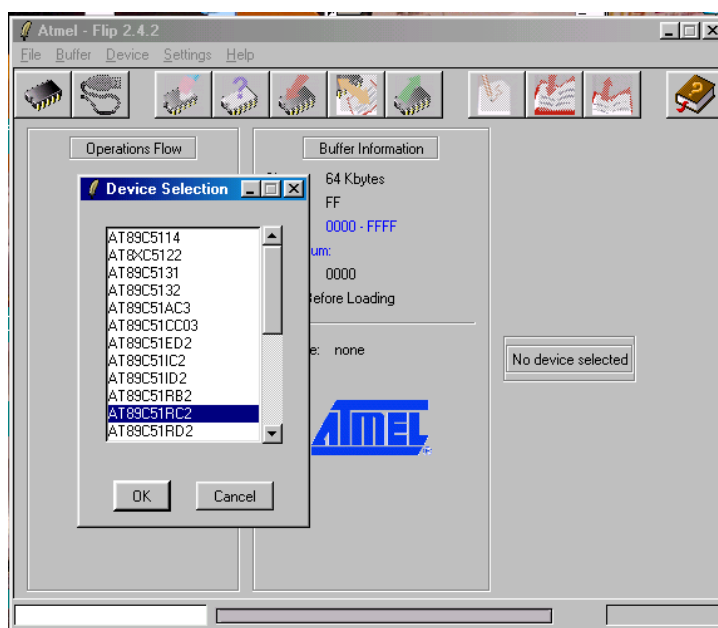

Рисунок 1.
- 9) Выберите тип микроконтроллера AT89C51RC2 (**Device**→**Select**→**AT89C51RC2**) рисунок 1.